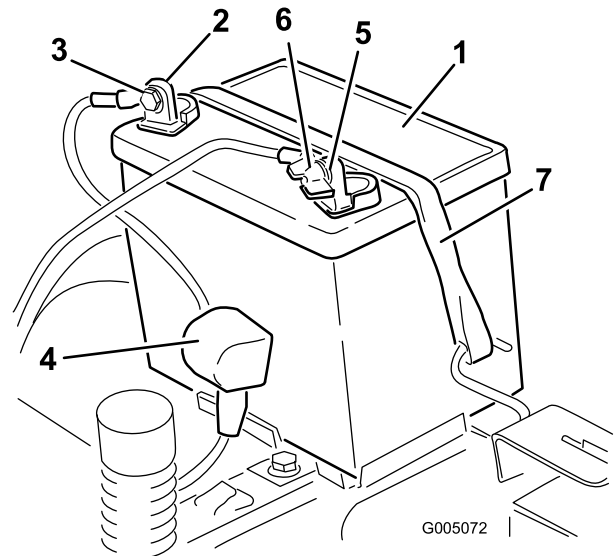

Figura 46
4. Desconecte el cable negativo de tierra (negro) del borne de la batería (Figura 46). Guarde todos los herrajes.
5. Deslice hacia arriba la cubierta de goma del cable positivo (rojo). Desconecte el cable positivo (rojo) del borne de la batería (Figura 46). Guarde todos los herrajes.
6. Retire la correa de sujeción de la batería (Figura 46) y levante la batería para retirarla de su bandeja.
1. Coloque la batería en la bandeja (Figura 46).
5. Fije la batería con la correa de sujeción (Figura 46).